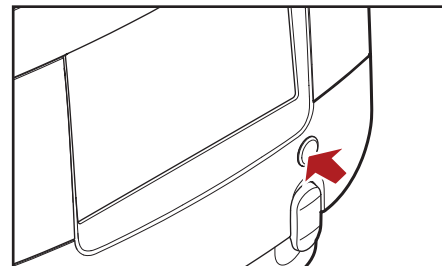

Fig. 4.10- Fri flyt-levering av varmt vann
- Fri flyt av vann med varmtvannsknappen, se fig. 4.10 på side 14.
8. Trykk på knappen for varmt vann og hold den inntrykket til det ønskede volumet med varmt vann er levert (fig. 4.10).